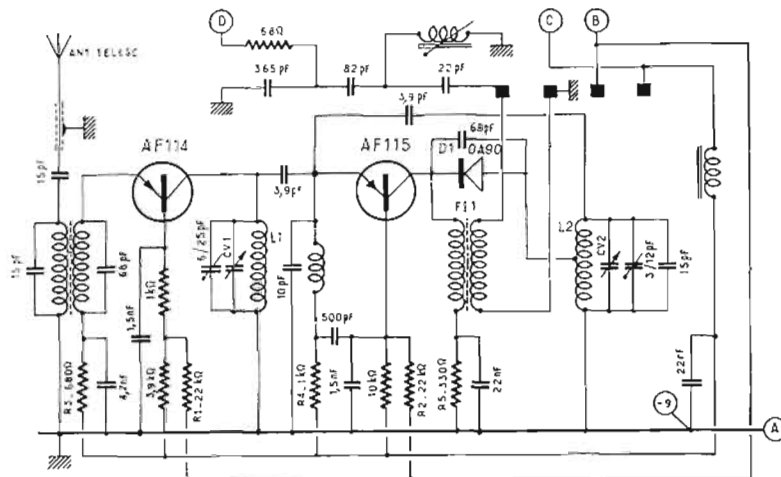
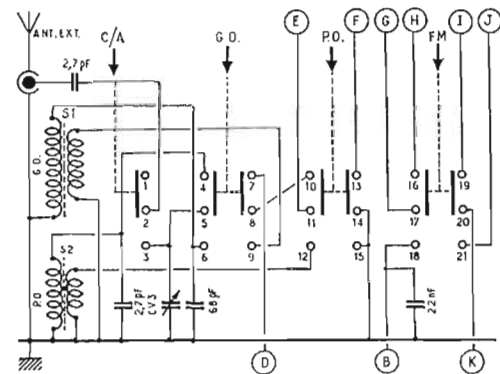

Fig. 1 (ci-dessus). — Schéma du tuner FM, monté sur une petite plaquette « imprimée » dans le voisinage immédiat du CV.
Fig. 2 (ci-contre). — Commutation des gammes et celle « antenne-cadre ». Toutes les touches sont schématisées en position relevée.
Son schéma est celui de la figure 1, de structure à peu près classique, et utilisant deux transistors en montage à base commune. L'accord du bobinage de liaison H.F. (L1) et celui de l'oscillateur (L2) se fait par deux condensateurs variables (CV1 et CV2), faisant partie du bloc de C.V. La commutation ne prévoit pas la coupure de l'alimentation du tuner FM lorsqu'on se trouve en AM, mais le « blocage » des deux transistors, en rendant leurs bases plus positives ou, plus exactement, en les mettant très sensiblement au même potentiel que les émetteurs.
Lorsque la touche FM est enfoncée (fig. 2), les résistances R1 et R2 des diviseurs de tension de bases (fig. 1) se trouvent pratiquement ramenées à la masse par les contacts 17-18, l'enroulement L3 de l'oscillateur (fig. 3) et le bobinage de liaison L1 de l'amplifi-
Enfin, lorsque le récepteur est commuté en FM, la sortie du tuner s'opère par le premier transformateur F.I. (F11, fig. 1) et de là, par (D), les contacts 7-8 et 10-11 (E) et C, (fig. 3), qui, changeur de fréquence en AM, devient amplificateur F.I. en FM.